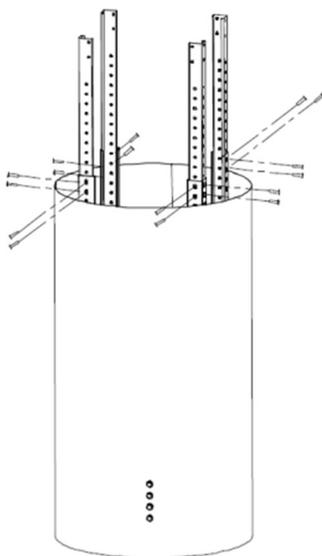

Рис.2
4. Прикрепите регулировочные планки (4 шт.) к корпусу вытяжки, используя до этого винты М4*8 (16 шт.) (Рис.2). Отрегулируйте высоту расположения прибора, как вам необходимо.